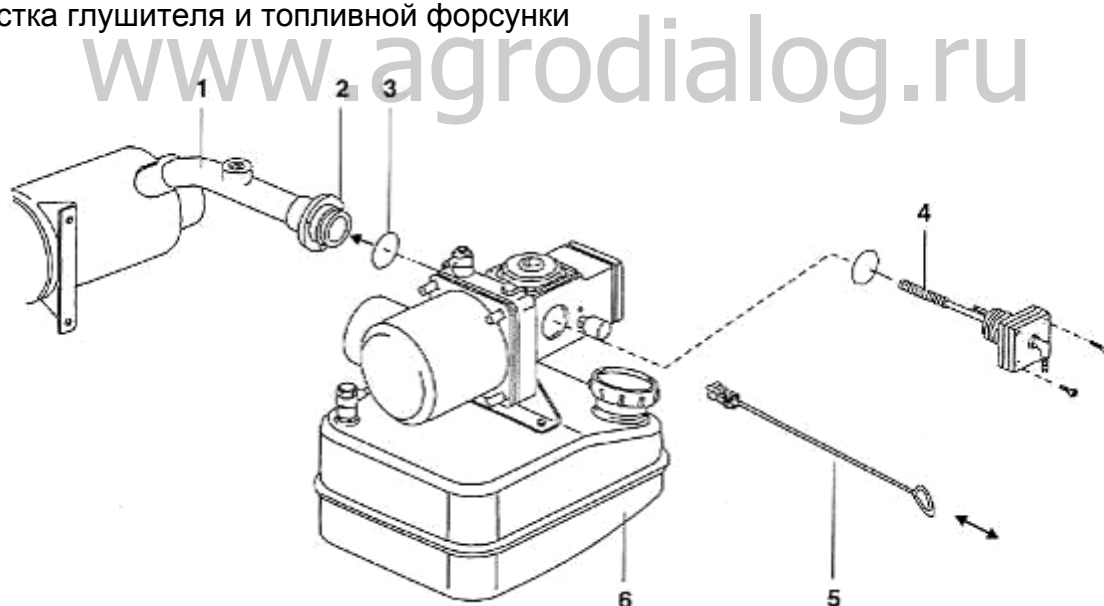

Рис. 11
- очистите глушитель проволочной щеткой (рис 11-6) по стрелке на рис. 11.